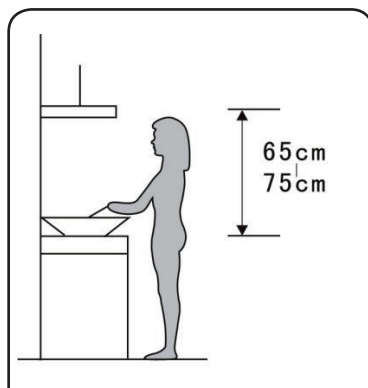

Figure 3
- C. La hotte aspirante doit être placée à une distance de 65~75 cm au-dessus du plan de cuisson pour une efficacité optimale. (Figure 3)